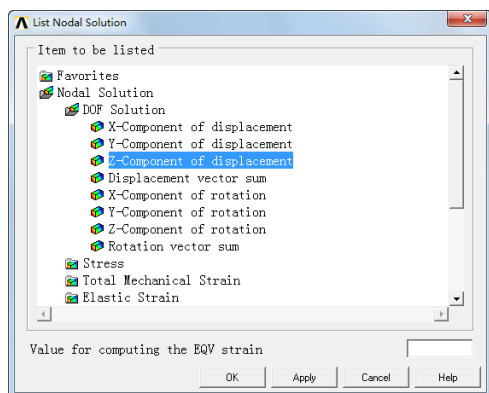

图 13-66 “List Nodal Solution”对话框
④列表显示: Main Menu > General Postproc > List Results > Nodal Solution, 弹出“List Nodal Solution”对话框, 如图 13-66 所示, 在“Nodal Solution”中选择“DOF solution”, 然后选择“Z-Component of displacement”, 单击“OK”按钮, 屏幕会弹出列表显示框。
⑤退出后处理器: Main Menu > Finish。